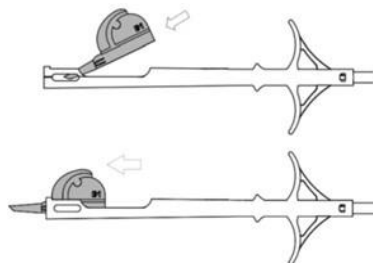

Fig. 2
10. Insérer la cartouche fermée dans la zone de chargement du corps de l'injecteur comme montré dans la Fig. 2.